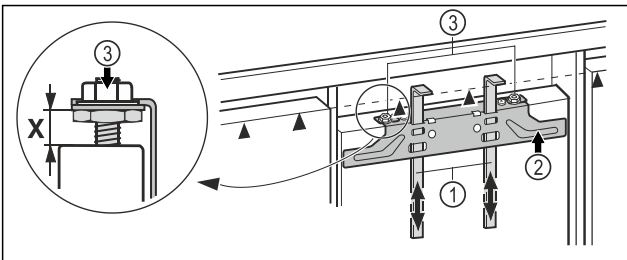

Fig. 44
- ▶ Csúsztassa fel a szerelési segédeszközöket Fig. 44 (1) a szekrényajtó magasságába. A szerelési segédeszköz ▲ alsó éle = a felszerelendő szekrényajtó felső éle.
- ▶ Csavarozza le a rögzítő kereszttartót Fig. 44 (2) az ellenanyák Fig. 44 (3) felett.